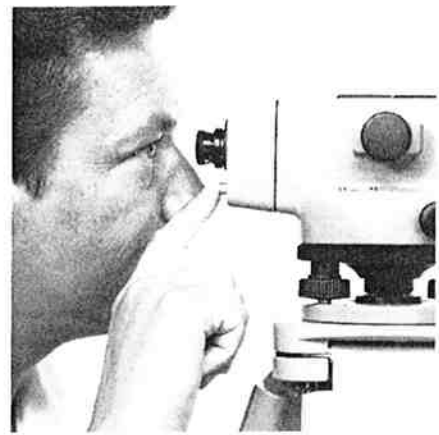

Bild 5 Funktionskontrolle mit dem Druckknopf vor der Ablesung.
Nach Einstellen des Fernrohrs auf die Latte ist kurz vor der Ablesung die Zentrierung der Libellenblase über das Prisma (13) zu kontrollieren. Man drückt auf den Kontrollknopf (Bild 5), überzeugt sich, dass der Kompensator frei schwingt, und liest die Stellung des Horizontalfadens im Lattenbild ab, wobei die Millimeter im Zentimeterfeld geschätzt werden. Da das Lattenbild aufrecht ist, nimmt die Bezifferung der Latte von unten nach oben zu. Bei störendem Gegenlicht benützt man die Sonnenblende aus dem Behälterdeckel.